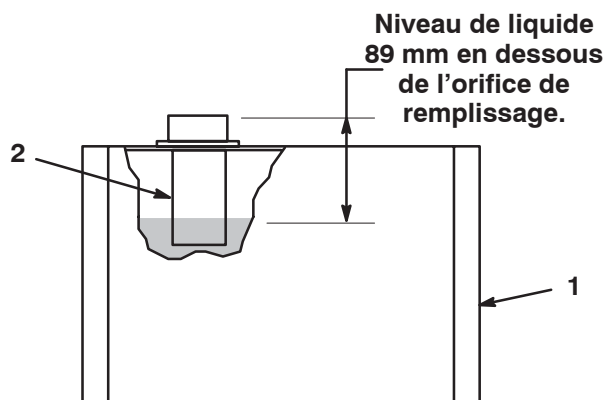

Figure 15
2. Retirez le bouchon du dessus du réservoir et vérifiez le niveau d'huile. Le liquide doit arriver à environ 89 mm en dessous du sommet de l'orifice de remplissage (Fig. 15).